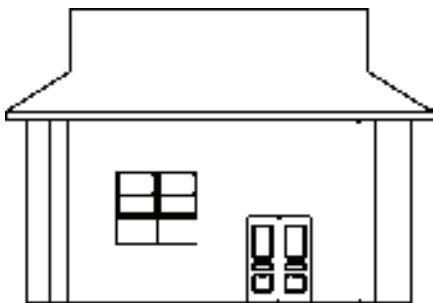

图 11-66 打开素材
1) 按〈Ctrl+O〉组合键，打开配套光盘提供的“第 11 章/11.3.8 柱立面线.dwg”素材文件，结果如图 11-66 所示。